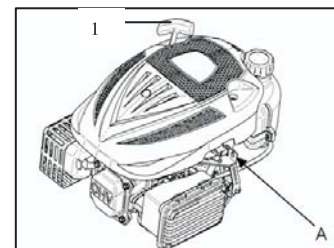

Abb. 3 A. Kabelöffnung
Lassen Sie den Starter-Griff (1) nicht zurück gegen den Motor springen. Führen Sie den Griff langsam zurück, um Schäden am Anlasser zu vermeiden (Abb. 3).